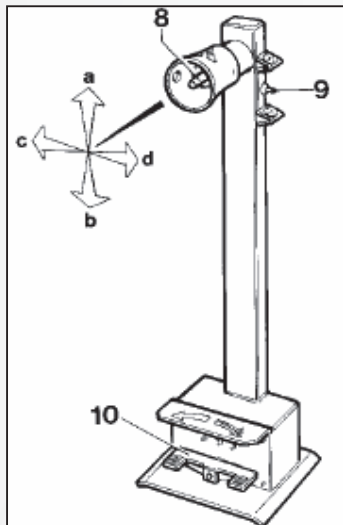

Рисунок 7
Мобильная стойка управления (рис.7) позволяет оператору выбрать рабочее положение, наиболее удобное для каждого из случаев. На этой стойке сконцентрированы все команды, а именно: манипулятор 8 (рис.7) в положении «а» поднимает кронштейн самоцентрирующей цанги; в положении «б» - его опускает; в положении «с» приближает инструментальную каретку и мобильную платформу к самоцентрирующей цанге; а в положении «д» - отдаляет.
- выключатель 9 (рис.7): при повороте вверх открывает зажимы самоцентрирующей цанги (блокирует); при повороте вниз закрывает зажимы (разблокирует).
- педаль 10 (рис.7): при нажатии на правую или левую сторону вращает самоцентрирующую зажимную цангу соответственно направлению стрелок.